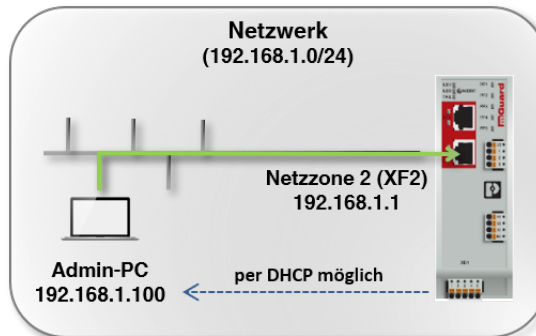

Bild 4-3 Netzwerkverbindung zum Gerät herstellen
Um das Gerät mithilfe eines Webbrowsers zu konfigurieren (Web-based Management), müssen Sie es zunächst mit einem Konfigurationsrechner verbinden (siehe Bild 4-3).
- Verbinden Sie den Konfigurationsrechner direkt oder über das Netzwerk mit einem Netzwerkport XF2–XF5 der Netzzone 2 des Geräts (siehe Bild 4-3).